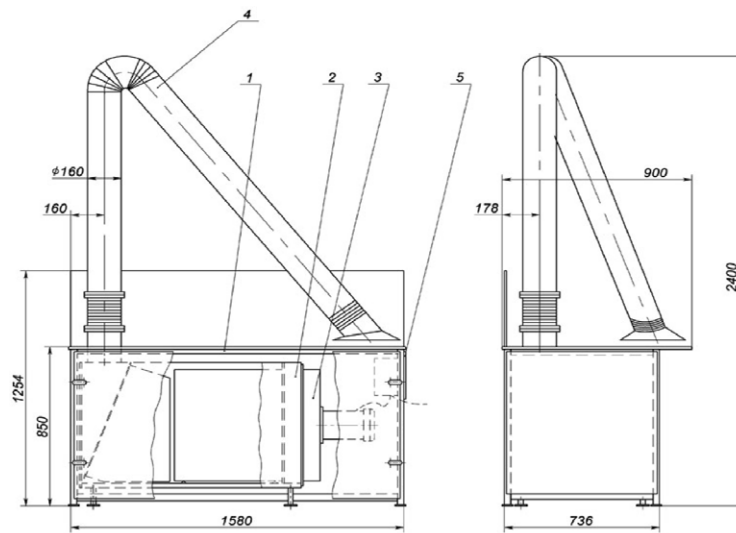

Рис.1 Схема стола сварщика
Стол типа FTW (рис. 1 и 2) состоит из собственно стола (2), на котором производится обработка металла, встроенного фильтровентиляционного агрегата типа ПАР-МГ или ПАР-ПИГ (1), консольно-поворотного вытяжного устройства типа РВУ (4) (см. каталог ООО «НПП «ФОЛТЕР») и блока управления агрегатами ПАР-МГ и ПАР-ПИГ (5).